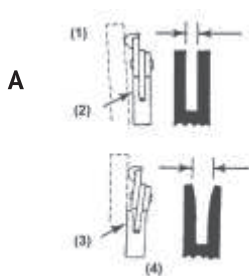

Рис. 28
Рельса шины всегда должна быть как показано на рис.28 поз. **A**
Для того чтобы проверить изношенность рельсы шины, приложите линейку (1) к шине и внешней стороне режущей поверхности. (Рис. 28).